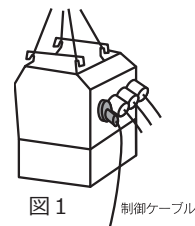

図 1
- ①吊り上げは、制御ケーブルの結束紐を解いてから行ってください。（図1）
- ②吊り上げるときはケースやブッシングをいためないように注意してください。
- ③もし、ケースに傷をつけられた場合は錆発生の原因になりますので必ず修正塗装を施してください。